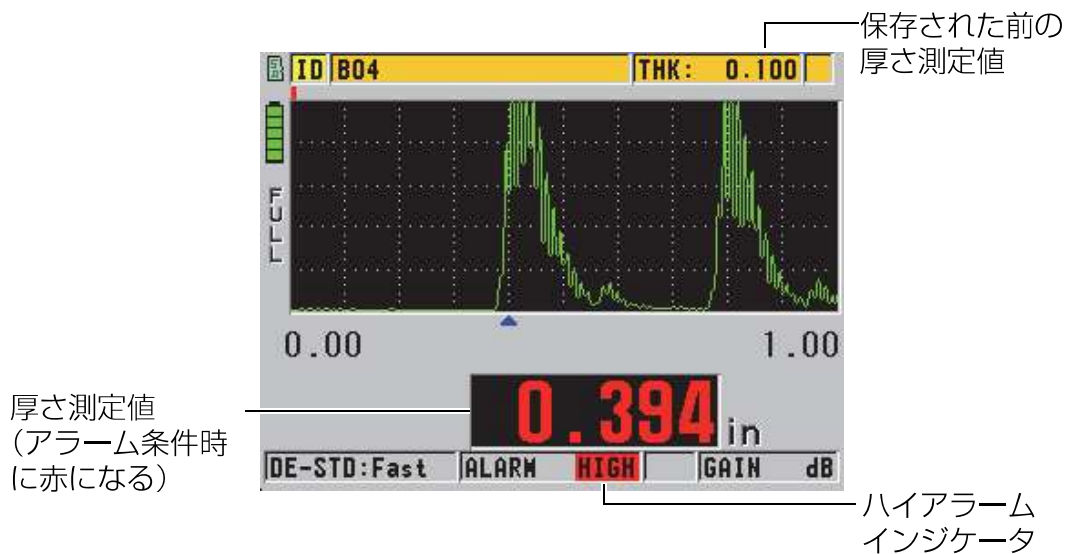

図 7-4 ハイアラームインジケータの例
- ハイまたはローアラームインジケータが、測定画面の最下部右隅において、赤い背景で点滅します（132 ページ図 7-4 参照）。